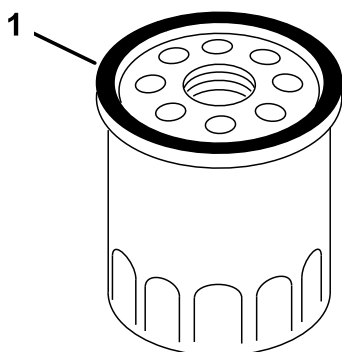

Рисунок 34
1. Нанесите слой масла указанного типа на прокладку нового масляного фильтра (Рисунок 34); см. раздел Характеристики моторного масла \(страница 27\).